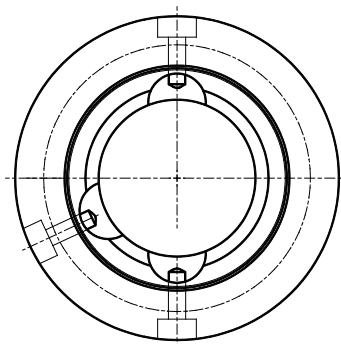

Abb. 4: Öleinfüllschraubenposition
- Freilaufkupplung so positionieren, dass die Öleinfüllschrauben am Umfang des Deckels bzw. Flansches sich in folgender Position befinden: zwei gegenüberliegende Schrauben senkrecht übereinander, die dritte seitlich davon unterhalb der Mitte (siehe Abb.4).